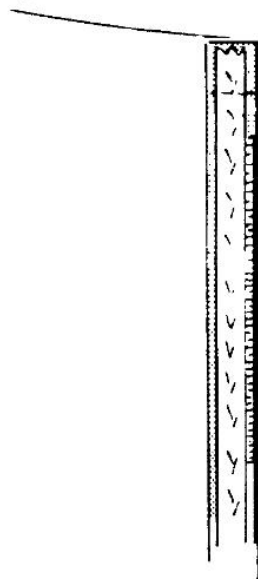

Рис. 183
4. Откройте «молнию». Наложите ее на отогнутые припуски с изнанки так, чтобы край зубцов точно совпадал со сгибом ткани, а отточные строчки на тесьме и краях застежки — друг с другом (рис. 183). Приколите, приклейте или приметайте «молнию» к припускам.